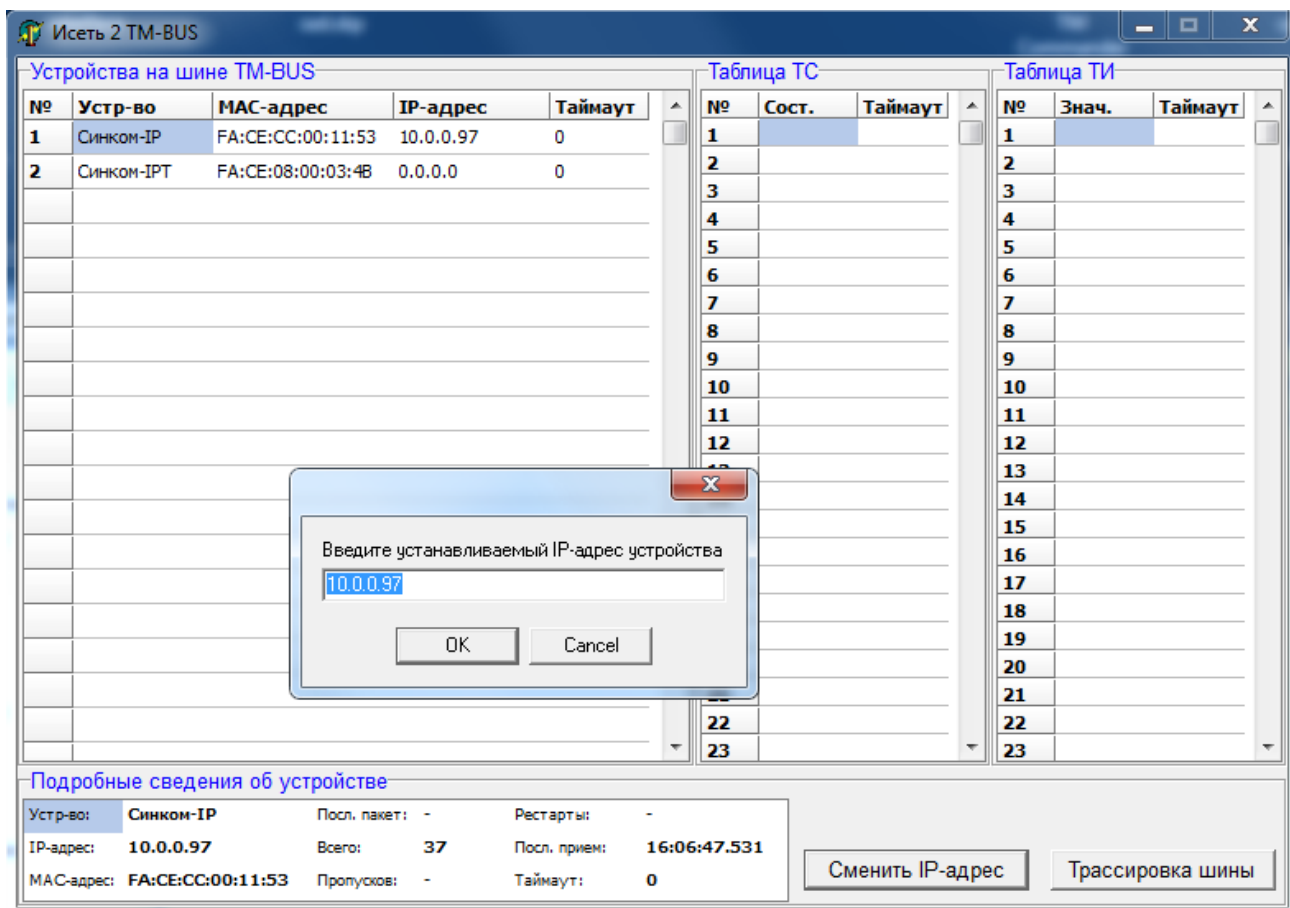

Рис. 8 Интерфейс программы Iset2Bus.exe
- 1) Запустить программу Iset2Bus.exe (см. Рис. 8).